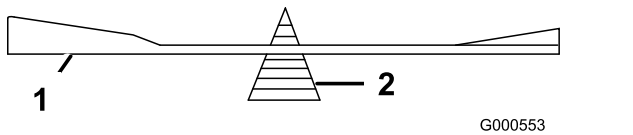

Figura 118
2. Controllate l'equilibrio della lama posizionandola su un bilanciatore (Figura 118).